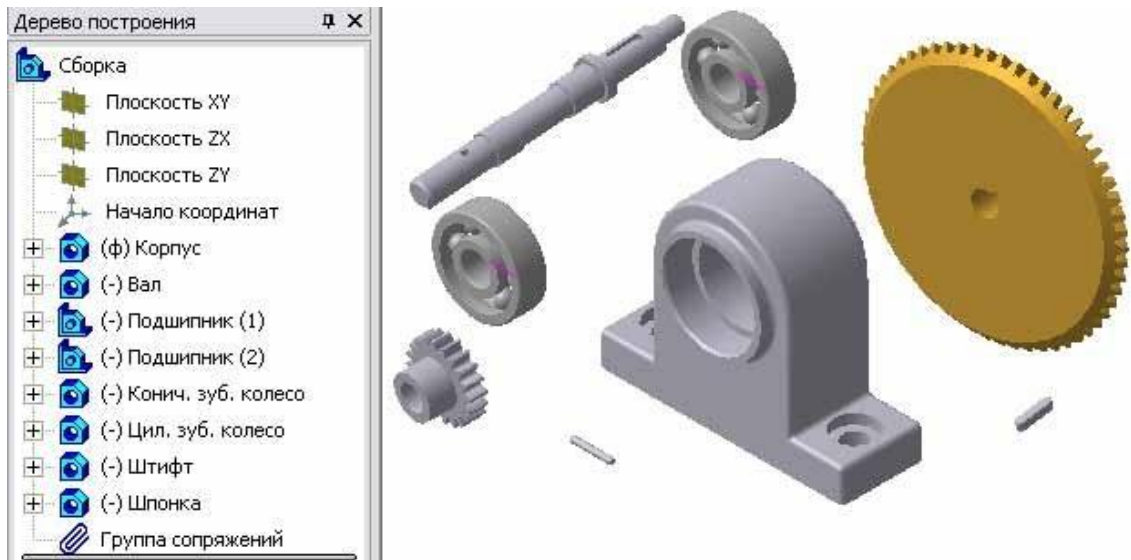

Рисунок 8.1 – Дерево побудови та основні деталі збирання
2. Аналогічним чином додайте з файлу інші деталі, розташовуючи їх довільно, осторонь від Корпусу. Відразу ж перейменуйте для зручності в дереві побудови на назву самих моделей (рис. 8.1).